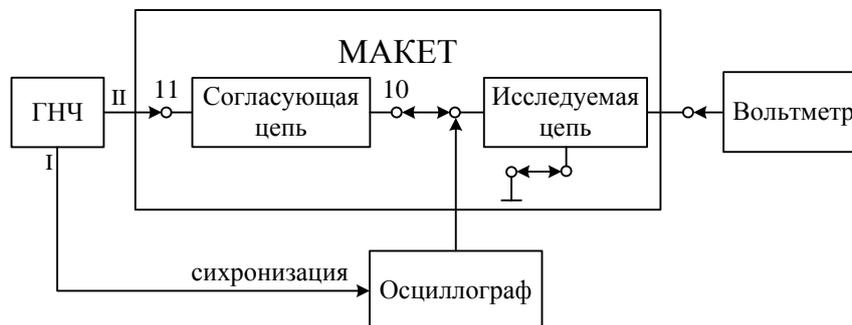

Рис. 4. Схема подключения измерительных приборов и стенда.
1.1. Соберите схему подключения измерительных приборов и стенда для измерения АЧХ линейной цепи, показанную на рис. 4. Сигнал на вход макета подаётся с генератора низкой частоты (ГНЧ), выход II. Рекомендуется при этом использовать синхронизацию ГНЧ (выход I) и осциллографа.